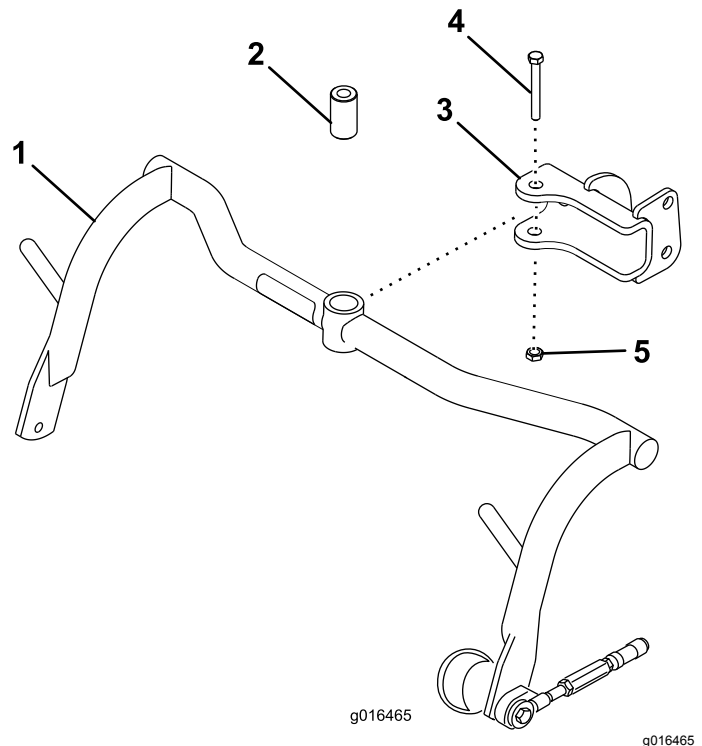

Рисунок 8
1. Закрепите узел несущей рамы в каждой вилке, используя проставку, болт (½ x ¾ дюйма) и контргайку (½ дюйма); см. Рисунок 8.